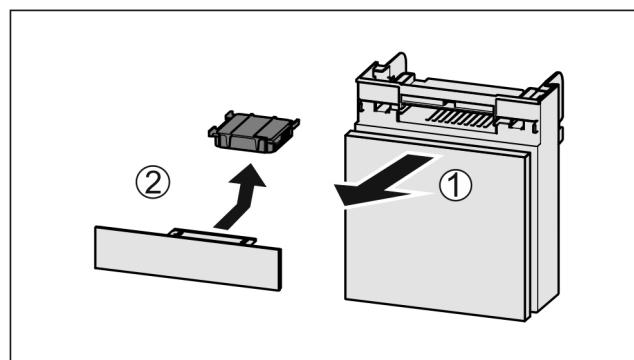

Fig. 186
- Predal izvlecite Fig. 186 (1) naprej.
- Odstranite Fig. 186 (2) aktivni ogleni filter.